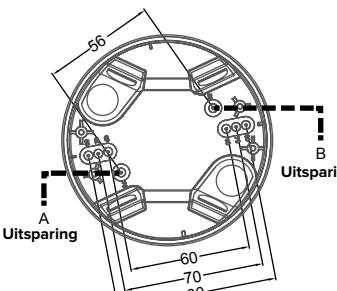

FIG. 11
- Bepaal de juiste afstand van de bevestigingsschroeven in de opbouwbehuizing voor de montage op een centraaldoos. Hiervoor zijn 4 paar sparingen aangebracht in de behuizing, variërend in afstand van 56 tot 80 mm zodat de behuizing altijd juist gemonteerd kan worden op diverse inbouwdozen. Selecteer hiervoor een gat met dezelfde afstand aan beide zijden (zie ook FIG. 11).